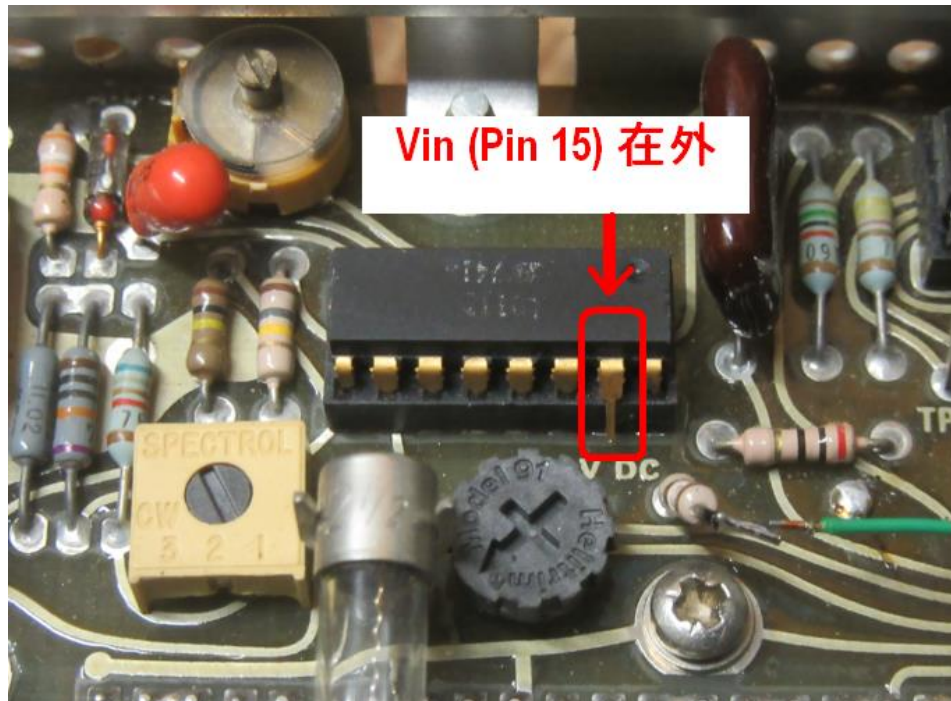

图 14. 无损害测试法
- 6) 还有最后一步,那就是从印板上切断 C 点到 Pin 15 的连线看结果如何.但这个会破坏印板.最后想了一个无损害测试法,把集成电路 LD111 插回插座,但是 Pin 15 在外.见图 14.
- 8) 当我在悬空的 Pin 15 (Vin) 和 Pin 2(G) 之间接入 FLUKE 8062A 电表以后, DM-502 数字显示为+0.001/+0.000.故障消失!